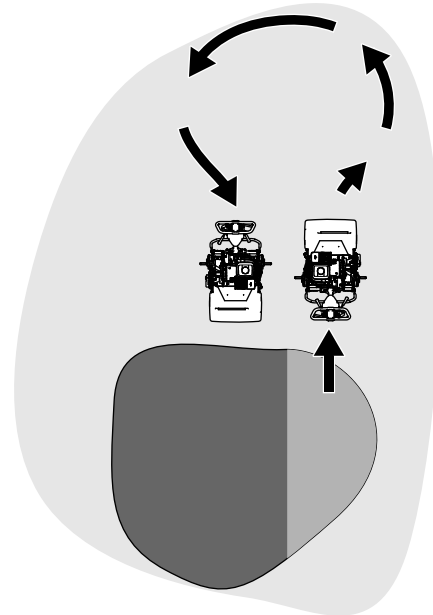

Bild 21
- Heben Sie die Mähspindel an (drücken Sie den Hebel nach unten) und wenden Sie tränenförmig auf der Antriebstrommel, wenn Sie die Maschine vom Grün fahren (Bild 21).
1. Den Antriebskupplungshebel am Getriebe (**Bild 21**) lokalisieren.